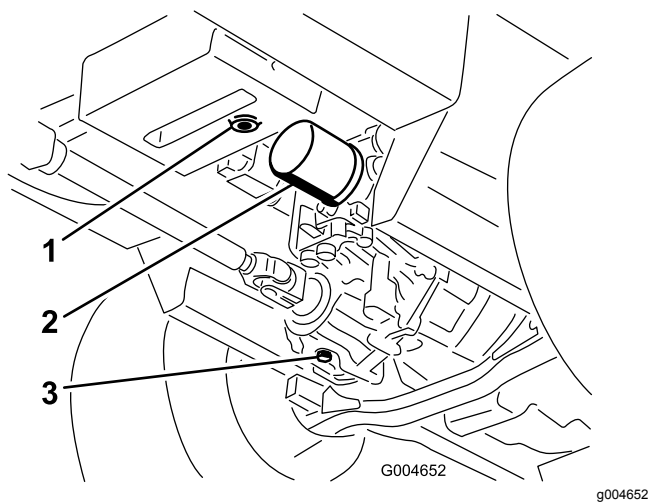

Figura 58
3. Mettete una bacinella grande sotto il serbatoio idraulico e la scatola della trasmissione, togliete i tappi e lasciate defluire tutto il fluido idraulico (Figura 58).
4. Pulite attorno al filtro del fluido idraulico e rimuovete il filtro (Figura 58).